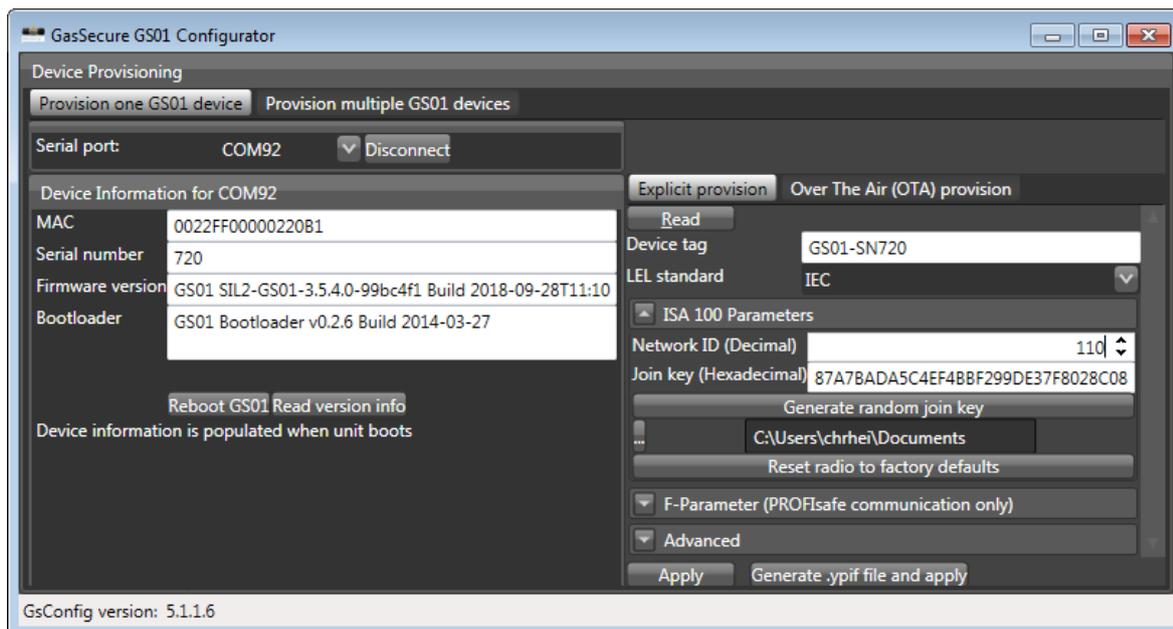

Figura 3-1: GS01 Configurator
- b) Execute o GS01 Configurator e selecione a porta COM correta. Mantenha o modo padrão "Provision one GS01 device". Pressione o botão "Connect" e verifique se as informações do dispositivo são exibidas, cf. Figura 3-1. Pressione o botão "Read version info" se as informações do dispositivo não forem exibidas automaticamente. Pressione o botão "Read" para que o status de provisionamento atual do dispositivo seja exibido. Mantenha a "provisão explícita".
- c) Insira o rótulo do equipamento⁵ e o ID de rede necessário em formato decimal⁶, cf. Figura 3-1.
- b) Execute o GS01 Configurator e selecione a porta COM correta. Mantenha o modo padrão “Provision one GS01 device”. Pressione o botão “Connect” e verifique se as informações do dispositivo são exibidas, cf. Figura 3-1. Pressione o botão “Read version info” se as informações do dispositivo não forem exibidas automaticamente. Pressione o botão “Read” para que o status de provisionamento atual do dispositivo seja exibido. Selecione “Provisionamento Over The Air (OTA)”.